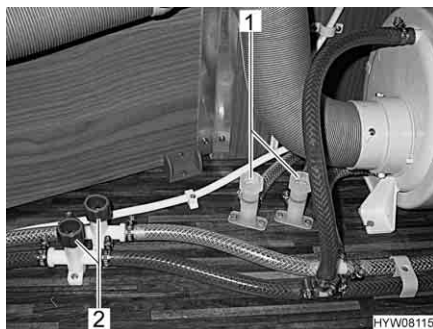
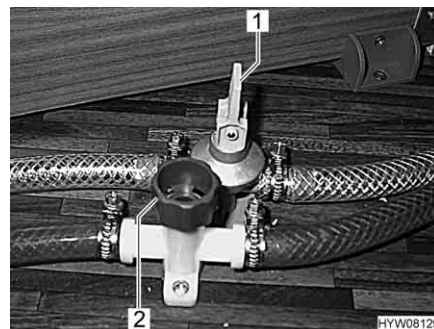

Fig. 144 Rubinetti di scarico scaldacqua
Fig. 145 Rubinetti di scarico del boiler
- Chiudere tutti i rubinetti di scarico. A tal fine ruotare i coperchi (Fig. 144,1 e 2 o Fig. 145,2) in senso orario oppure posizionare la leva a bilanciere (Fig. 145,1) in posizione orizzontale.